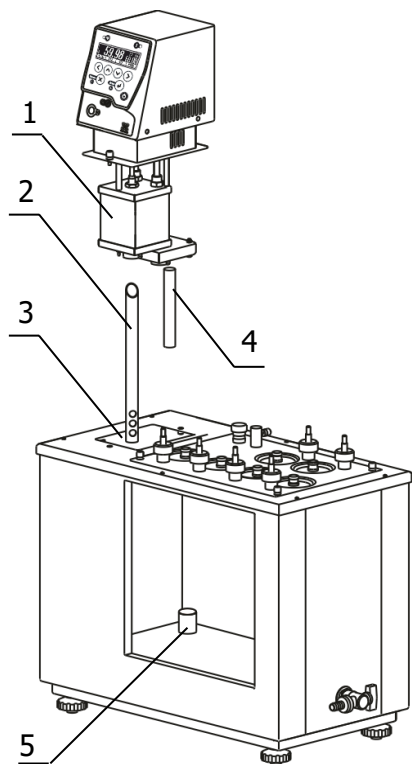

Рисунок 3 — Установка блока регулирования
2.2.3 Вставить входную трубку насоса 4 (рисунок 3) во входной патрубок блока регулирования на 15 мм и зафиксировать ее винтом.
Причина отсутствия перелива — неправильная работа насоса, вызванная воздушной пробкой, образовавшейся в резервуаре 1 (рисунок 3). Для ее устранения необходимо: